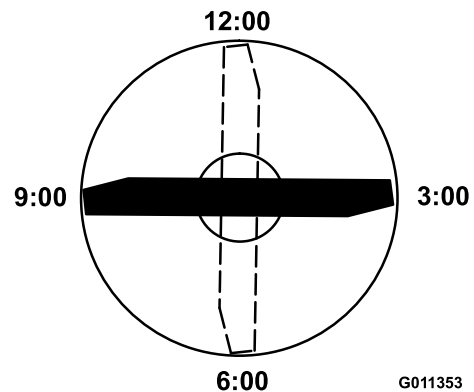

図 122
4. ブレードの印の付いているほうの端部を12時の位置車両進行方向に向け 図 122、作業台の表面からブレードの切っ先までの高さを測定する。
5. 印の付いている端部を3時の位置と9時の位置に向けて 図 122 それぞれ高さを測定する。